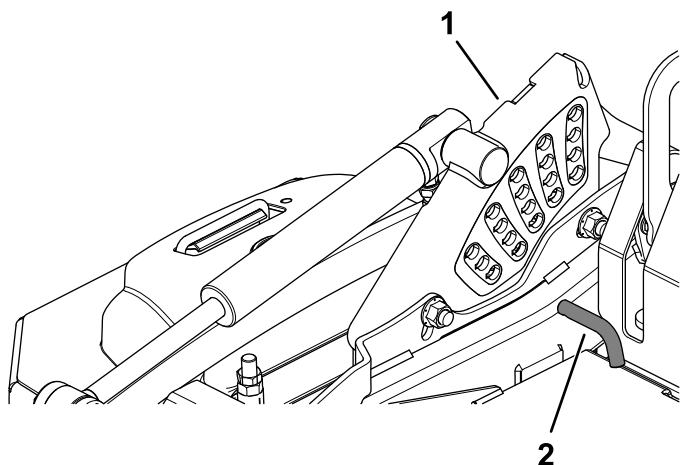

Figura 24
2. Gire el pasador de altura de corte hasta que el pasador cilíndrico que contiene se alinee con las ranuras de los taladros del soporte de altura de corte, y retire el pasador (Figura 24).
3. Introduzca el pasador de altura de corte en el taladro que corresponde a la altura de corte deseada (Figura 24).
Consulte las alturas marcadas en la calcomanía situada en la placa de ajuste de altura (Figura 24).